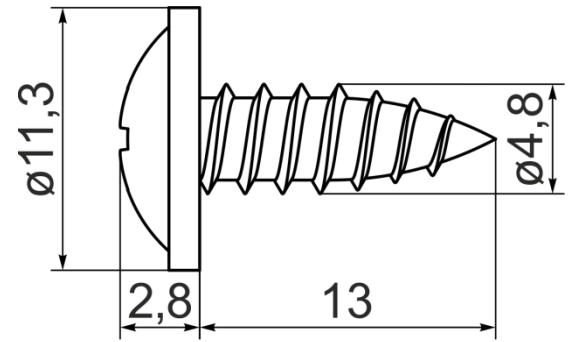

Рис.4
6.5 Кріпити витяжку до шкафчика рекомендовано використовувати 4 саморізи 4,8x13 DIN968 з середини витяжки (саморізи в комплект постачання не входять) (рис.4 / 4.1 / 4.2).